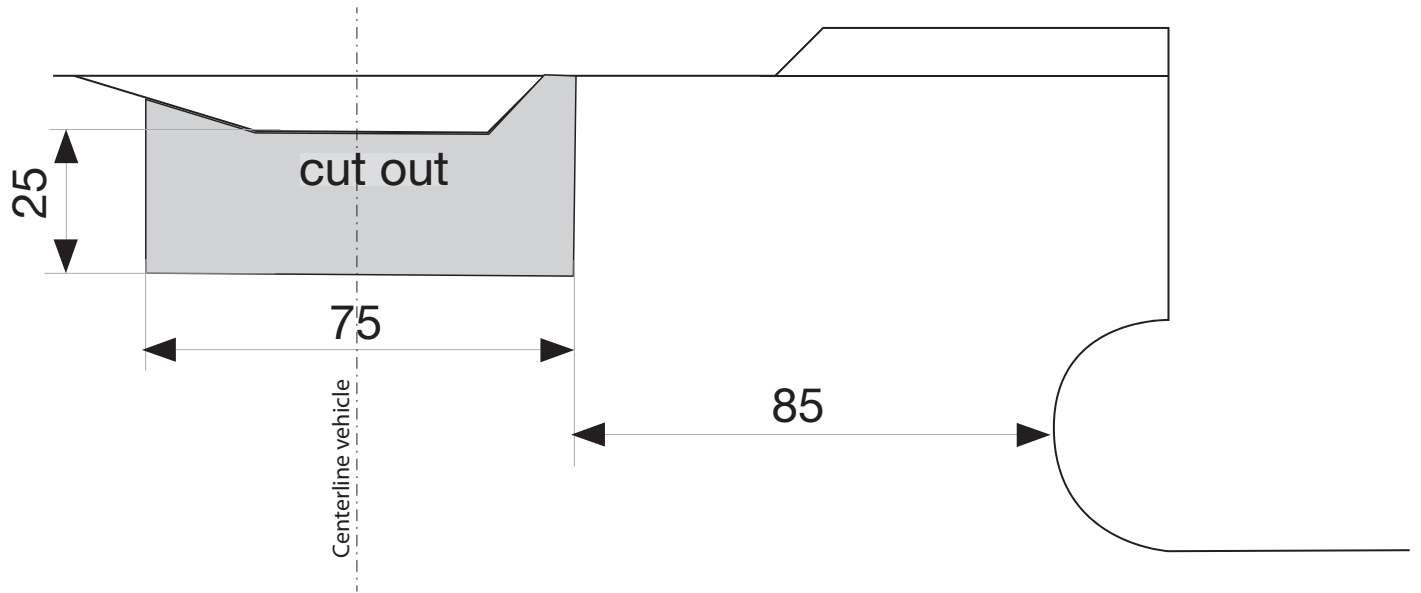

Fig.2
7. Выпилить часть из пластмассового защитного колпака в середине снизу, как указано на рис. 2.
6. **Для автомобилей Т5; 2011-2015:** Выпилить часть из пластмассового защитного колпака в середине снизу, как указано на рис. 2.